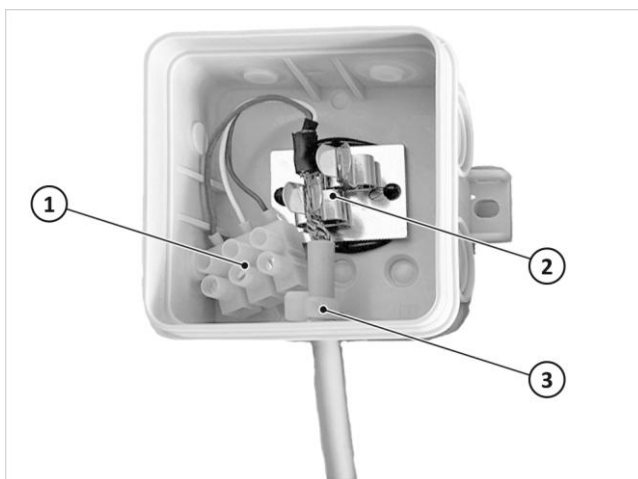

Fig. 112: Fijar la caja de conexión de Modbus
- Colocar el sujetacables adjunto para el prensaestopas del cable como se muestra en *fig. 112 (3)*.